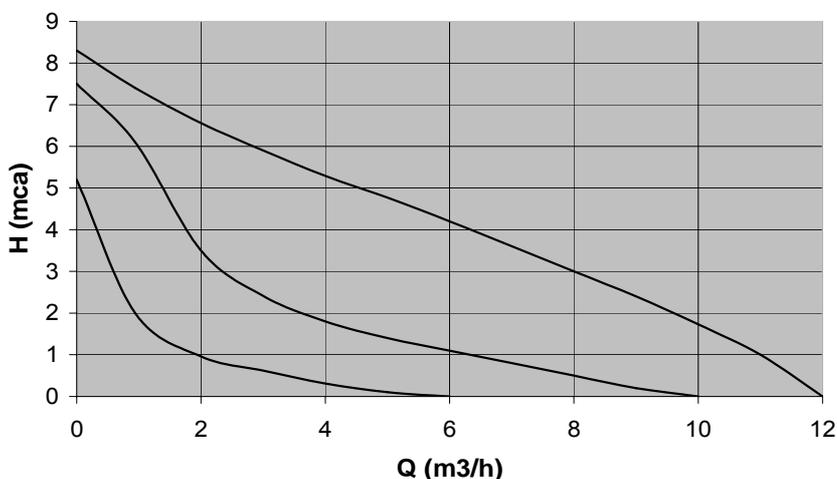
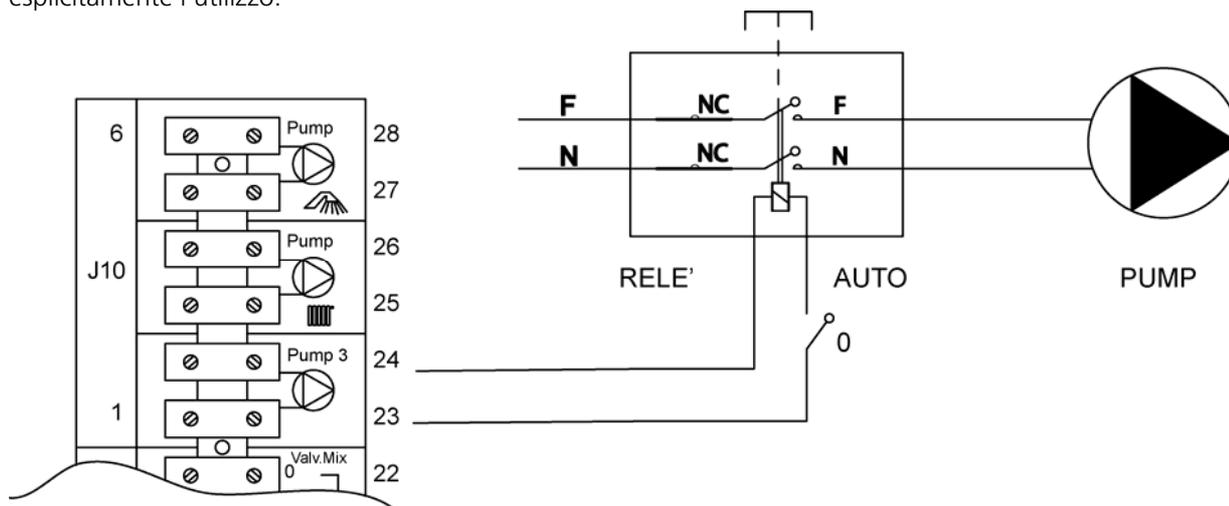

Figura 14: curve caratteristiche del circolatore in dotazione dei kit di distribuzione
Figura 16: collegamento dei circolatori dell'impianto
Il circolatore va collegato alla morsettiera elettrica come descritto nel par.9. In Figura 14 sono rappresentate le curve caratteristiche del circolatore utilizzato relative alle tre velocità selezionabili. Verificare che esse siano compatibili con l'impianto da realizzare.
In Figura 14 sono rappresentate le curve caratteristiche del circolatore utilizzato relative alle tre velocità selezionabili. Verificare che esse siano compatibili con l'impianto da realizzare.
L'installazione delle pompe andrà eseguita prevedendo l'utilizzo di un apposito relé/commutatore come mostrato in Figura 16. Ad esempio, collegando il circolatore di bassa temperatura ad un orologio e/o termostato ambiente esterno il circuito elettrico è quello mostrato in figura 14. Tale dispositivo consente di alimentare i circolatori (dispositivi esterni) direttamente dalla rete, senza che il relativo carico elettrico attraversi il fusibile della scheda. Inoltre, in caso di modalità d'emergenza, il dispositivo manuale 0, 1, AUTO consente di controllare il funzionamento del circolatore indipendentemente da quello della scheda. Per questi motivi se ne deve prevedere esplicitamente l'utilizzo.
- c) Alimentare tutti i circolatori dell'impianto direttamente con corrente di rete intervenendo sugli appositi commutatori (vedi Figura 16)